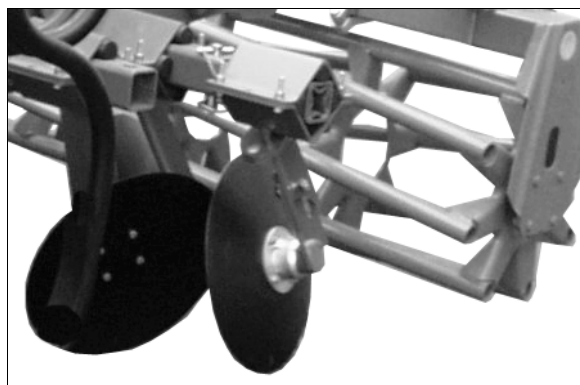

Fig. 18
- Vid transportkörning ska yttertallrikarna skjutas i helt och spärras i detta läge (Fig. 18).